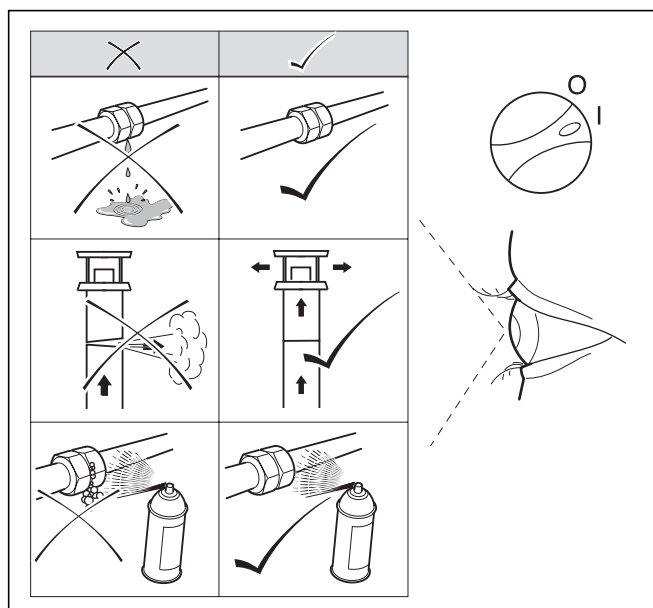

Рис. 6.5 Эксплуатационная проверка
- Проверьте подводящую линию газа, отопительную установку и трубопроводы горячей воды на герметичность (см. рис. 6.5).